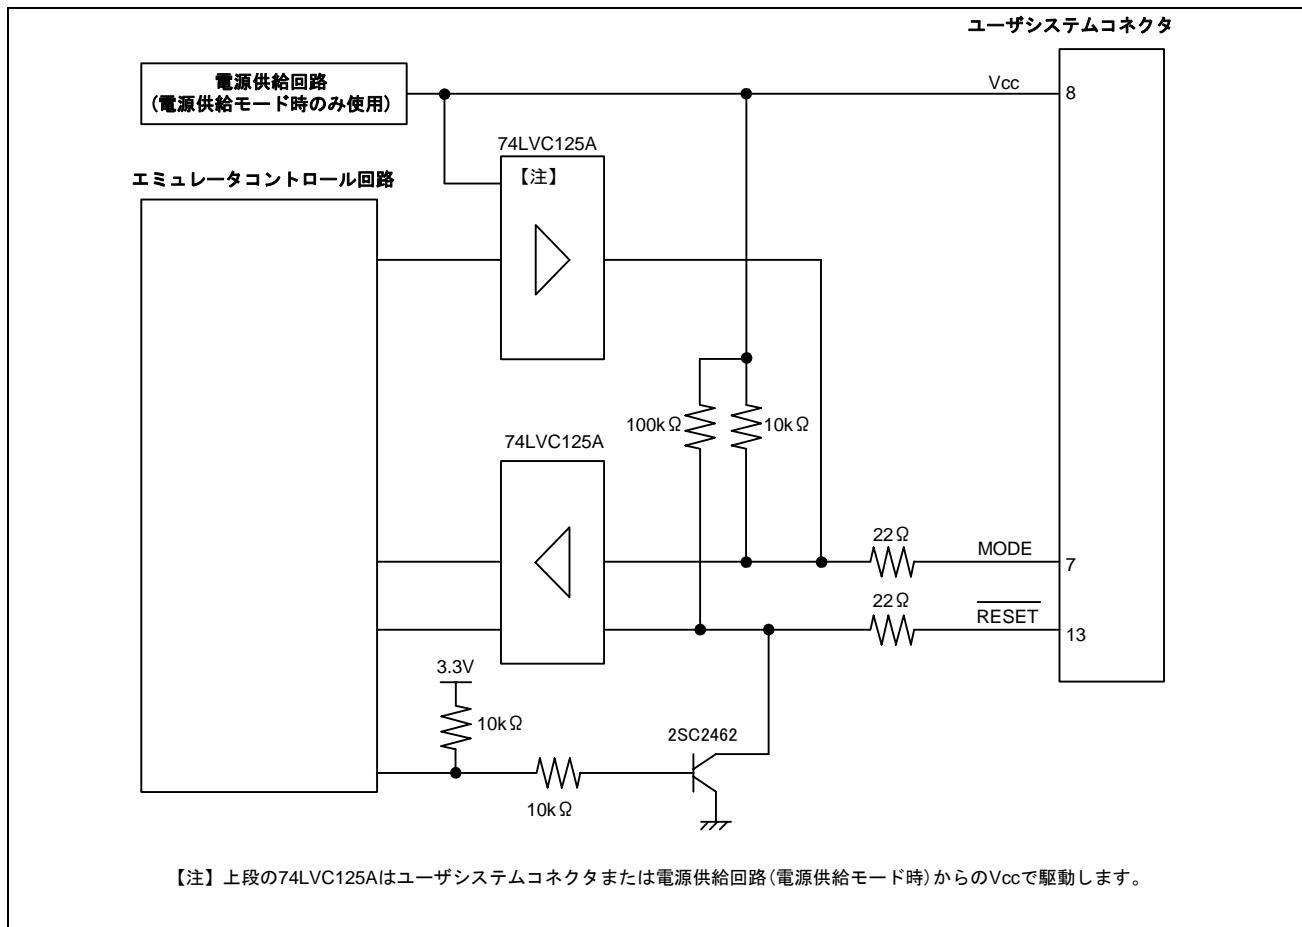

図 5.4 E8 エミュレータ内インターフェース回路 (参考)
7. 図5.4にE8エミュレータ内インターフェース回路を示します。プルアップ抵抗の値などを決定するときに参考にしてください。